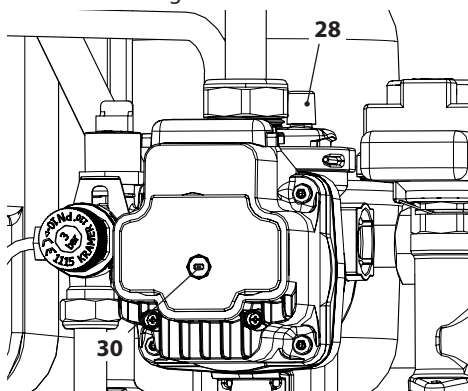

Figura 6.3
- Svitare il tappo della valvola di sfato automatica 28 in Figura 6.3.
- Togliere il tappo 30 in Figura 6.3 e sbloccare la pompa ruotando il rotore con un cacciavite.